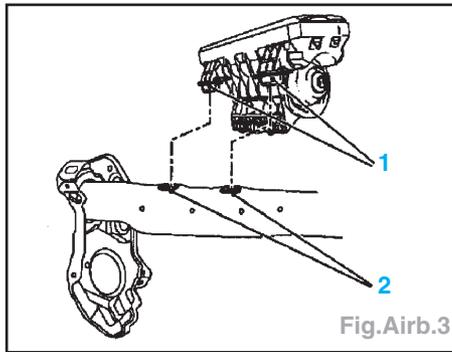

Fig.Airb.3
- Placer l'arrêtoir de l'unité (1) dans les supports (2) de la traverse et le serrer (Fig.Airb.3).